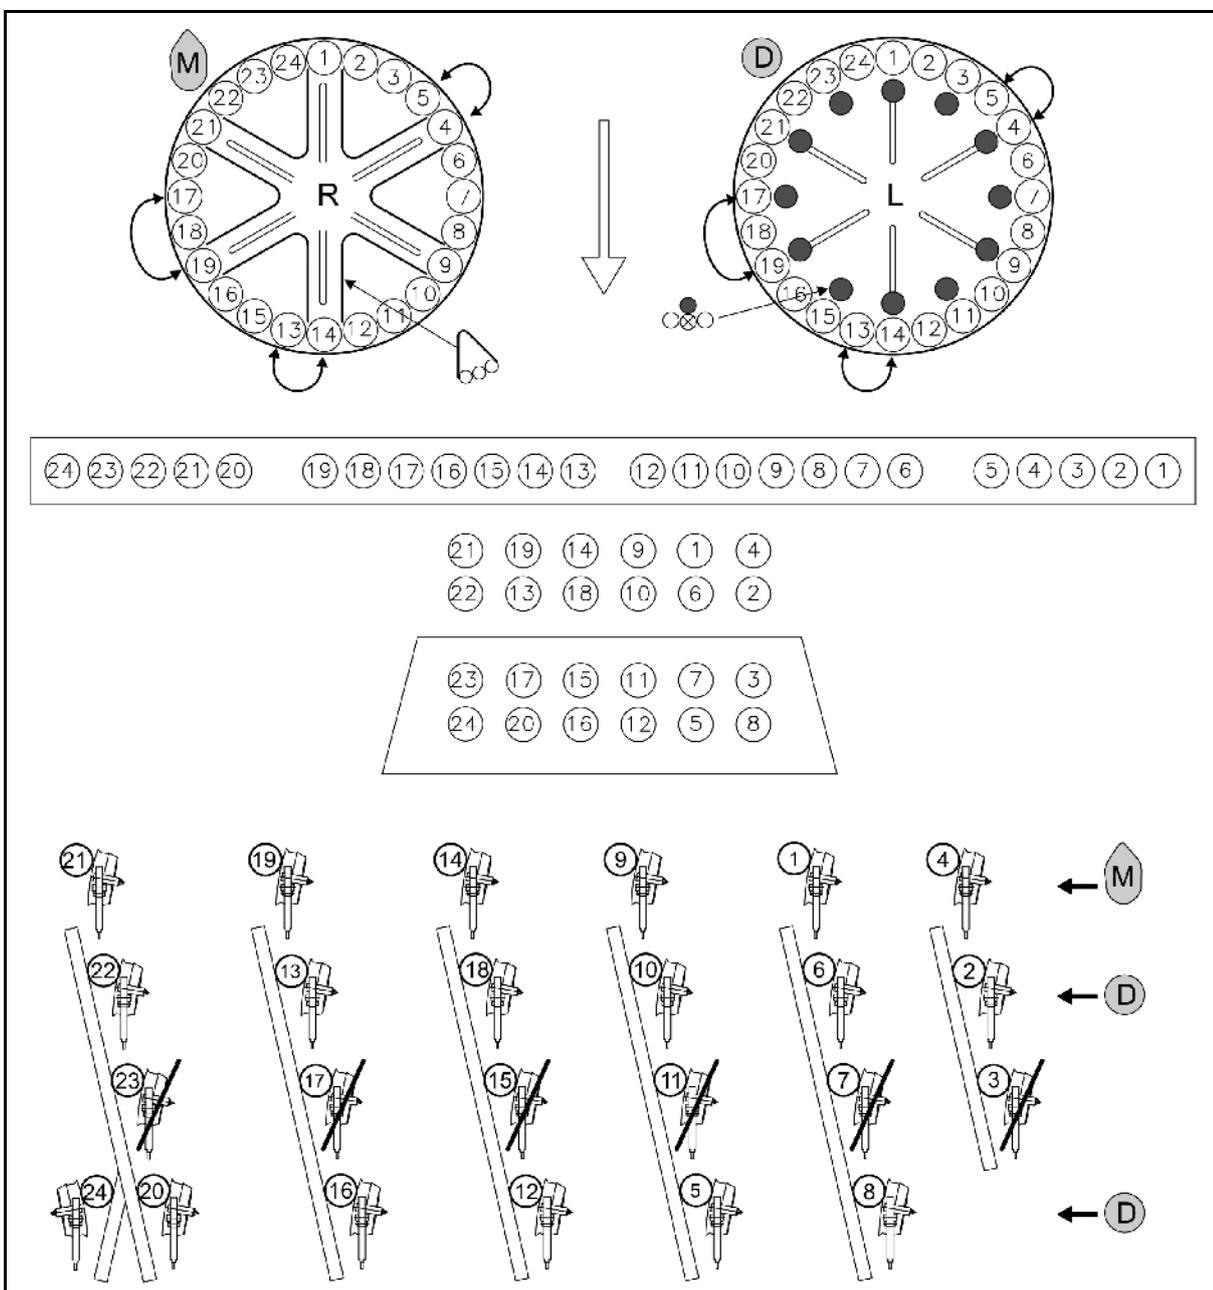

Fig. 45
- Maíz **M**: Montar las chapas de cierre correctamente Fig. 45.
- Abono **D**: Montar los tapones de cierre correctamente Fig. 45.